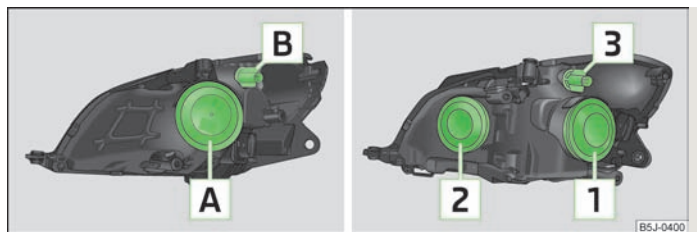

Fig. 146 Disposition des ampoules : Phares halogène/phares-projecteurs halogène
- Retirer le recouvrement en caoutchouc **A** » fig. 146.
- Retirer le cache en caoutchouc » fig. 146.
- Poussez la douille » fig. 146 ou la douille jusqu'à la butée en sens **antihoraire** et retirez-la avec l'ampoule du clignotant.
- Retirer le recouvrement en caoutchouc » fig. 146 ou .